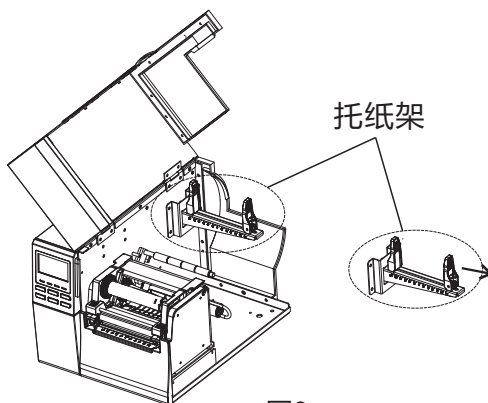

图8
- 2.7.2 如图8,按照箭头方向移动托纸架锁紧开关来调节打印介质宽度。